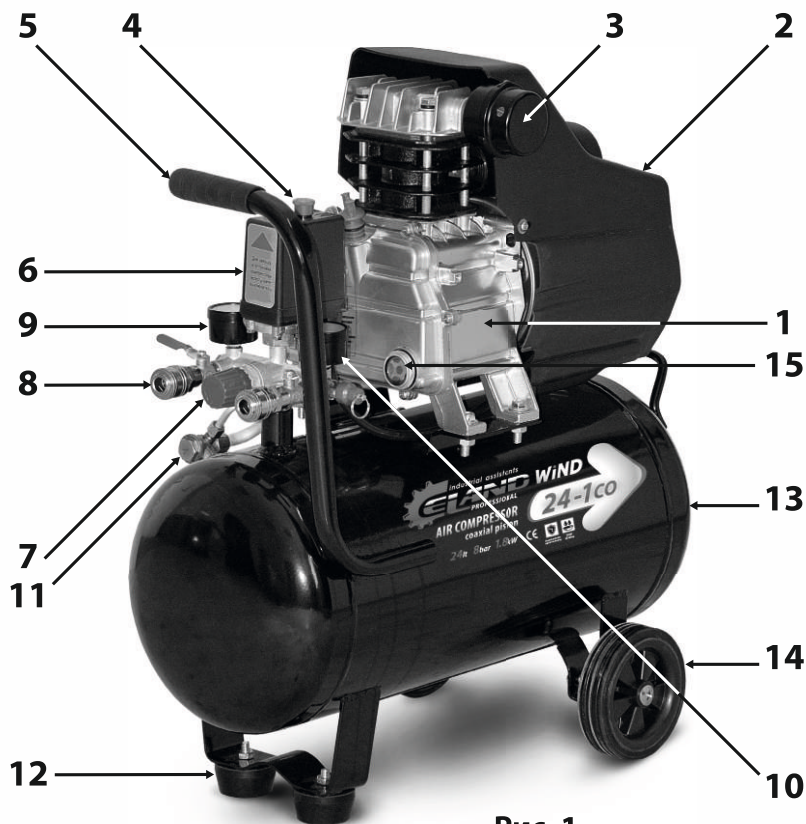

Рис. 1
- Блок поршневой (1) (См. Рис.1) – поршневая группа, одноступенчатая, одноцилиндровая, с воздушным охлаждением - предназначена для выработки сжатого воздуха.
- Ресивер (воздухосборник) (13) (См. Рис.1) служит для сбора сжатого воздуха, выравнивания пульсации воздуха, получающейся в результате возвратно-поступательного движения поршня компрессора, отделения конденсата и масла. Ресивер является также корпусом, на котором смонтированы узлы и детали компрессора.
- Ресивер имеет штуцера для установки реле давления (прессостата) (6), обратного клапана (11), крана слива конденсата, предохранительного клапана, а также кронштейны для установки платформы.
- Платформа предназначена для монтажа поршневого блока, электродвигателя, защитного кожуха (2).
- Электродвигатель предназначен для привода поршневого блока и компрессорной группы, и закрыт защитным кожухом (2) (См. Рис.1).
- Реле (прессостат) (6) служит для обеспечения работы компрессора в автоматическом режиме, поддержания давления в ресивере.
- Штуцер (8) с регулятором давления (6) предназначен для подачи воздуха потребителю.
- Обратный клапан (11) (См. Рис.1) обеспечивает подачу сжатого воздуха только в направлении от поршневого блока к ресиверу.
- Манометр (10) предназначен для контроля давления в ресивере.
- Блок управления компрессором включает в себя: манометр давления в ресивере (10); манометр давления на выходе (9); реле давления (прессостат) (6); регулятор давления на выходе (7); кнопку пуска (4); клапан предохранительный.
2. Убедитесь в том, что кнопка пуска (4) на реле давления (6) (См. Рис.1) находится в положении «Выключено». Вставьте вилку питающего электрического кабеля в соответствующую розетку.
3. Переведите кнопку пуска (4) на реле давления (6) (См. Рис.1) в положение «**Включено**».
5. Остановите компрессор, вновь нажав на кнопку пуска (4) (См. Рис.1).
6. Присоедините к раздаточному штуцеру (8) шланг компрессорного оборудования.
- Для включения нажмите на кнопку пуска (4) (См. Рис.1) реле давления, чтобы установить ее в положение «Включено».